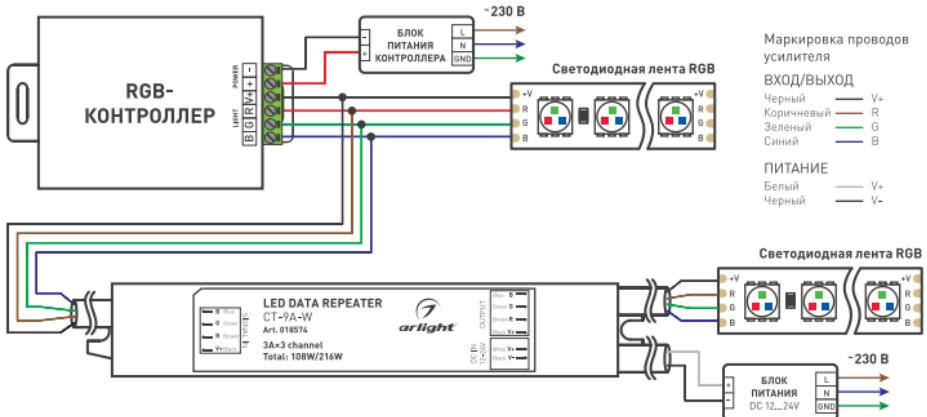

Рисунок 1. Схема подключения.
- 3.3. Подключите светодиодную ленту или другой светодиодный источник света к выходу усилителя OUTPUT согласно схеме [Рис.1], соблюдая полярность и порядок подключения проводов RGB. Соответствие цветов проводов указано на схеме и корпусе усилителя.